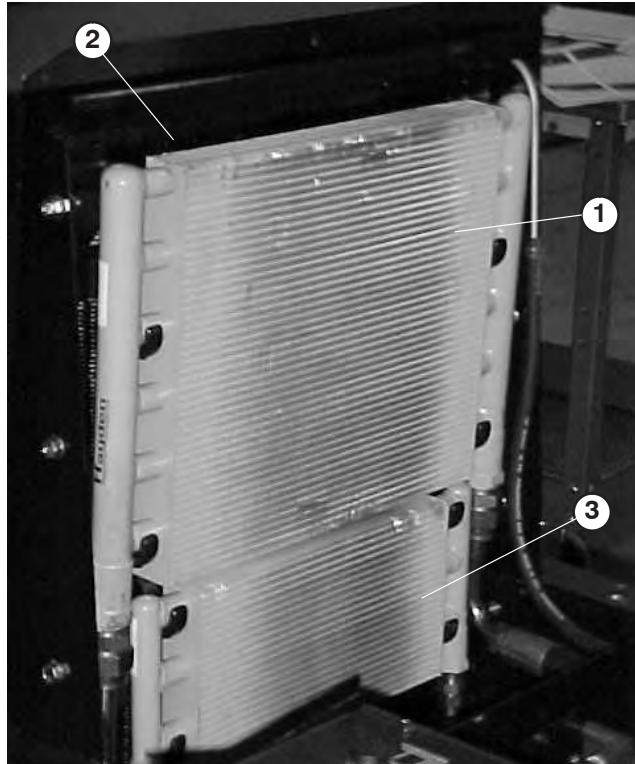

**Figure 52**
2. Desserrez les fixations et tirez sur la grille pour la sortir des glissières de montage (Fig. 52). Nettoyez soigneusement la grille à l'eau ou à l'air comprimé.